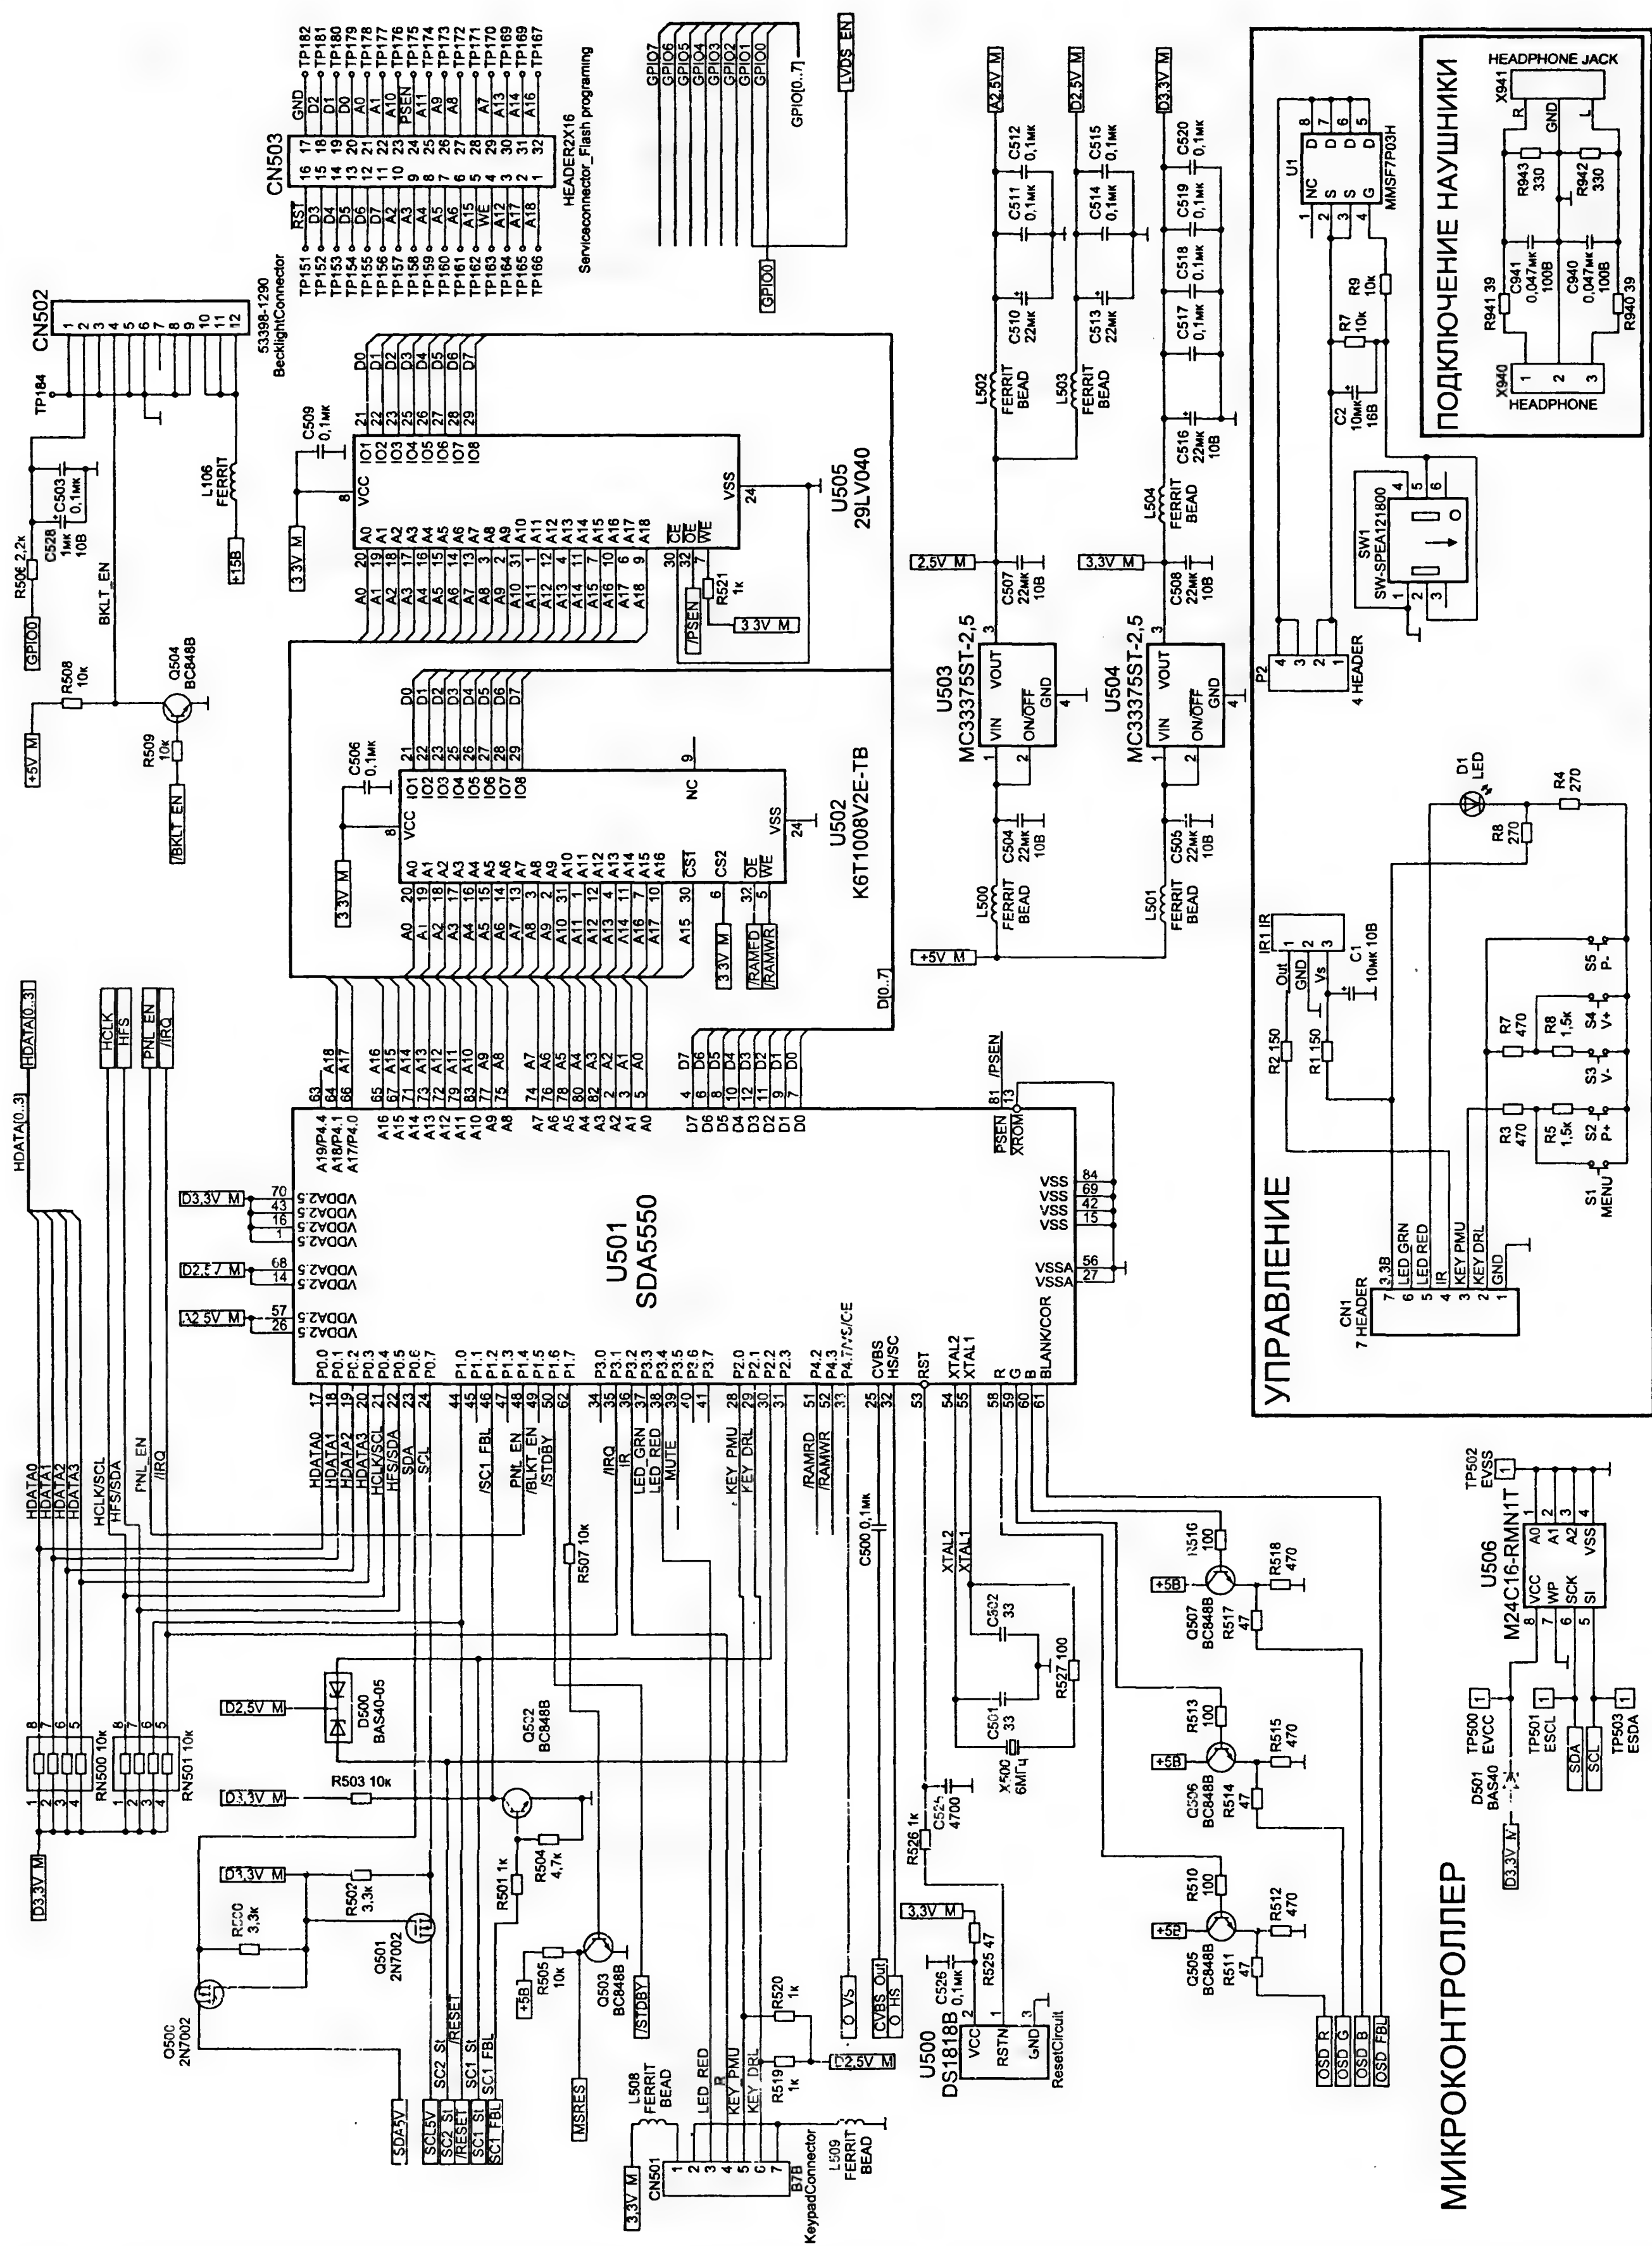

Рис. 2.7. Принципиальная элсктрическая схема. Микроконтроллер и декодер телетекста SDA5550, панель управления
- В состав этой схемы (рис. 2.7) входят:
Напряжение 15 В с адаптера через разъем DC15V (CN900) и разъем CN901 поступает на выключатель питания (рис. 2.7). Он состоит из механического переключателя SW1 и управляемого им электронного на микросхеме U1 — сборке полевых транзисторов. Отсюда напряжение 15 В подается на интегральный стабилизатор 12 В (U207, рис. 2.4). С выхода стабилизатора напряжение 12 В подается на DC/DC-конвертер U900 (рис. 2.5) типа LM2596S-5.0, который формирует из него постоянное напряжение 5 В (5V_M и 5V).
Напряжение 12 В от стабилизатора U207 подается на дежурный стабилизатор напряжения 3,3 В U902 (рис. 2.7), от которого питается схема управления в дежурном и рабочем режимах. Напряжение 2,5 В для питания микроконтроллера получается из 3,3 В за счет падения напряжения на диоде D901.
Проверяют наличие питания и управляющих сигналов на следующих контактах разъема CN502 (рис. 2.7):